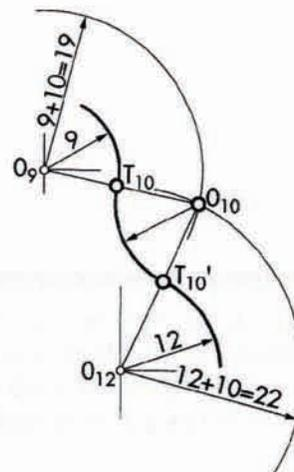

Fig. 44.
6. Como el arco de radio 10 (fig. 44) es exterior a los arcos de radio 12 y 9, la distancia entre sus centros es la suma de radios, por tanto con centro en O_9 se traza el arco de radio $10 + 9 = 19$ que corta al de centro O_{12} y radio $12 + 10 = 22$, en el centro O_{10} cuyos puntos de tangencia son T_{10} y T'_{10} , alineados con los centros correspondientes.